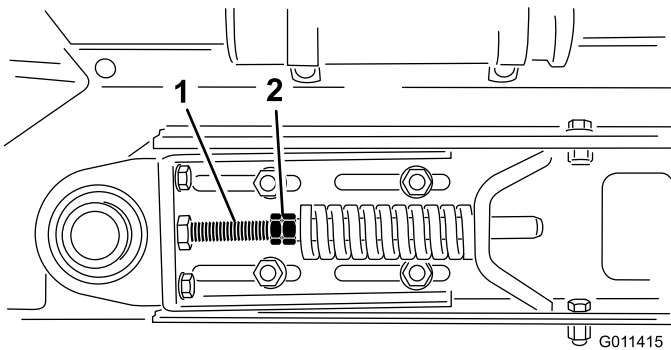

Figura 31
- 3. Desaperte as porcas e os parafusos na barra de tensão para libertar a tensão da mola (Figura 31).